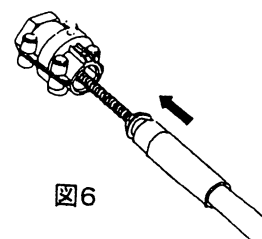
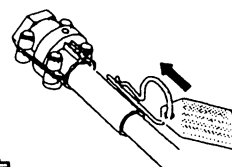

図6
図7
- ② ステアリングケーブルからプラスチックスリーブを外し、ケーブルエンドのグリスの上にほこり等が付いていないかを確認して下さい。
- ③ ケーブルエンドをヘルムの上部入口より内部ギヤーに突当たるまで押込み、ステアリングホイールを時計と反対に回し、ケーブルを送込んで下さい。(図6参照)
- ④ ケーブルの端部がヘルムの入口に入ってホイールが回らなくなるまで回し続けて下さい。ここでロックされるとカチッという音が聞こえます。ケーブル端部がヘルムの口の部分にしっかり留まっていることを確認して下さい。
- ⑤ 図7のようにヒッチピンを元の位置に戻して下さい。